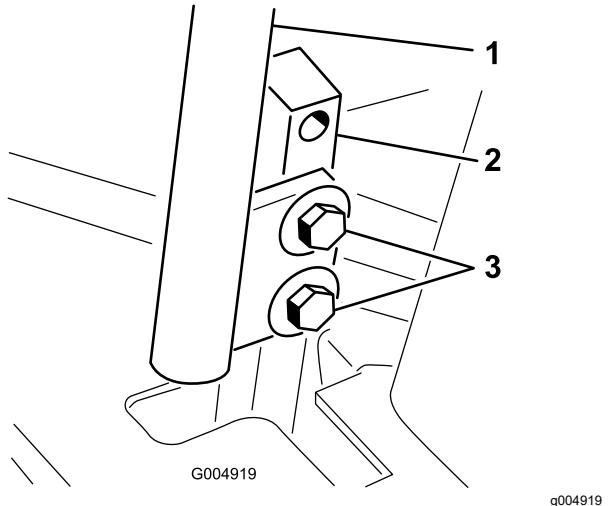

Bild 61
3. Lösen Sie die Schrauben, mit denen die Schaltbügel befestigt sind (Bild 61).